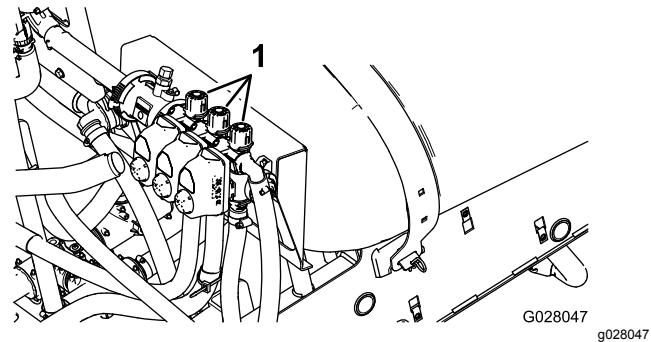

Figure 18
2. Désactivez la section gauche et réglez le bouton de dérivation de section (Figure 18) jusqu'à ce que la pression indiquée corresponde à celle réglée précédemment (généralement 2,75 bar).
4. Réglez le bouton de dérivation de la section droite (Figure 18) jusqu'à ce que la pression indiquée corresponde à celle réglée précédemment (généralement 2,75 bar).
6. Réglez le bouton de dérivation de la section centrale (Figure 18) jusqu'à ce que la pression indiquée corresponde à celle réglée précédemment (généralement 2,75 bar).